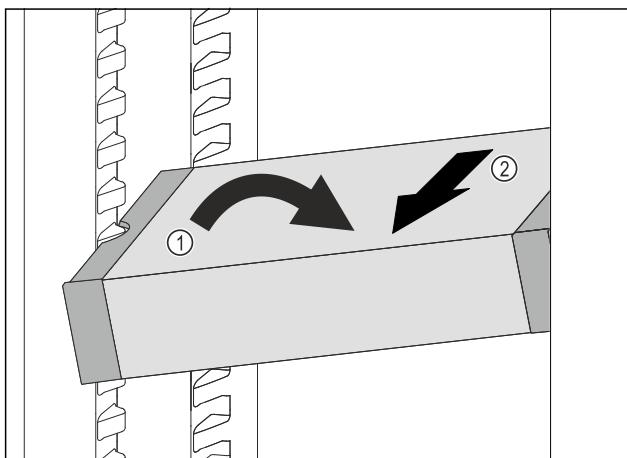

Fig. 89
- Расположите VarioSafe в холодильном отделении под наклоном. Fig. 89 (1)
- Извлеките VarioSafe движением вперед. Fig. 89 (2)